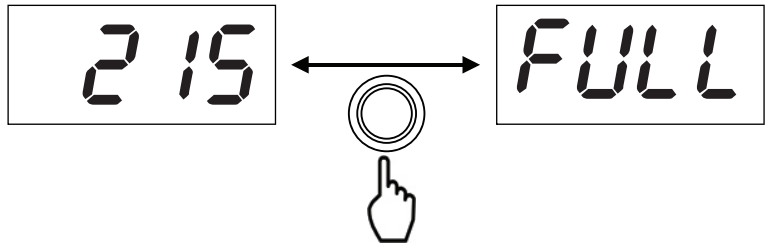
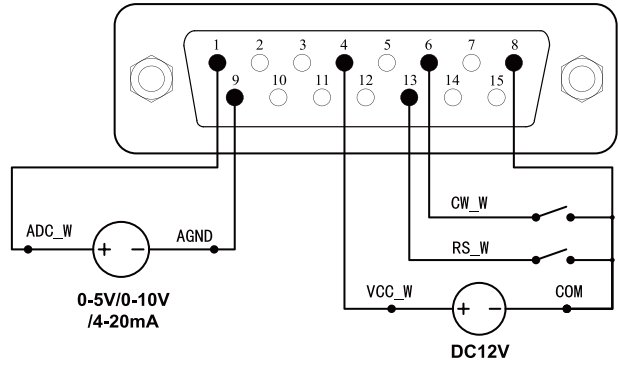

图13 全速转换
图14 外控模式连接外部DC12V电源的接线图
- 在切断电源状态下，参照图13或图14，进行接线。然后将DB15接口连接到泵的背部接口上。